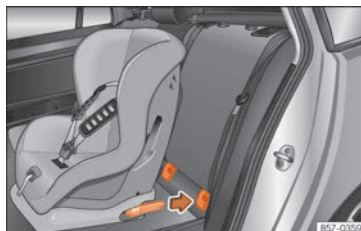

Fig. 24 Asientos traseros: colocación del asiento para niños con sistema ISOFIX.
• Enganche el asiento para niños en las argollas de sujeción "ISOFIX/i-Size" hasta que encastre de modo audible » fig. 24. Si el asiento para niños dispone de anclaje Top